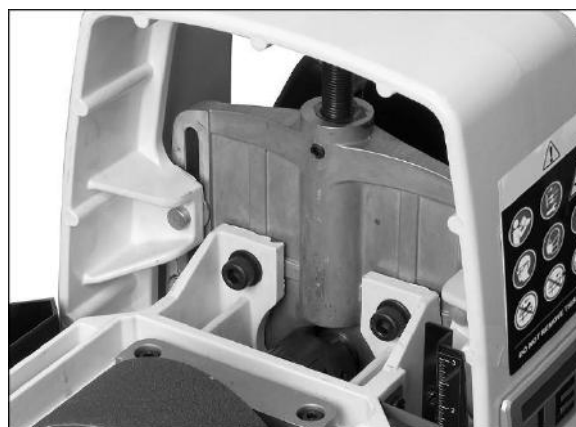

Figure 10-1
- Lubrifiez la vis-mère (A, Figure 10-1) si nécessaire.
- Gardez les zones de glissement propres (B, Figure 10-1).